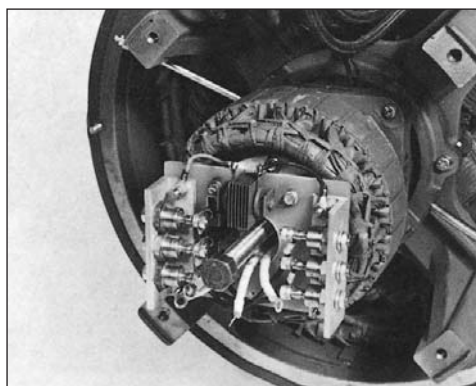
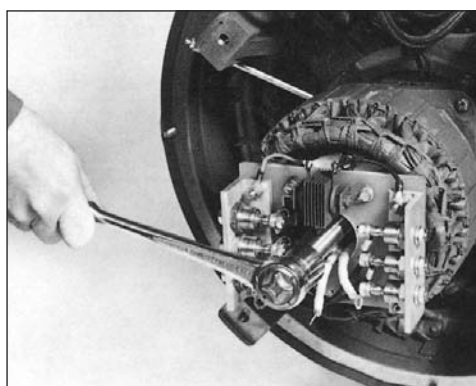

Figura 6-12
Figura 6-13
3. Utilice un tornillo de cabeza de seis pulgadas, 7/8-14NF para retirarlo (ver sección 9). El agujero en el que el perno va montado es de rosca. Atornille el perno jalador dentro del agujero y éste empujará contra la parte final del eje (figura 6-12). Cuidadosamente introduzca los cables del rotor principal a través del agujero mientras retira la armadura del excitador (figura 6-13).